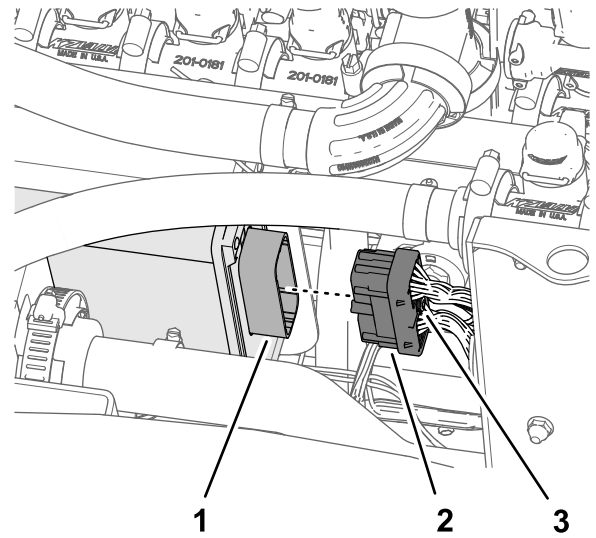

図 134
2. キットのワイヤハーネスの 40ソケットコネクタを、ASC 10 散布コントローラの 40ピンコネクタに接続する 図 134。
コントローラに取り付ける 図 134。